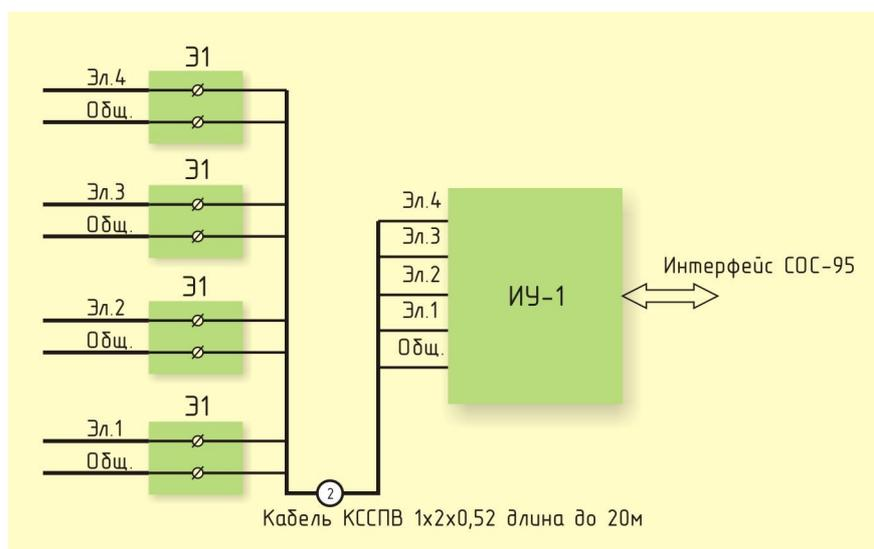

Рисунок 5 - Режим «один уровень»
- «три уровня» - для контроля трех уровней затопления, подключена электродница Э2 (рисунок 5);